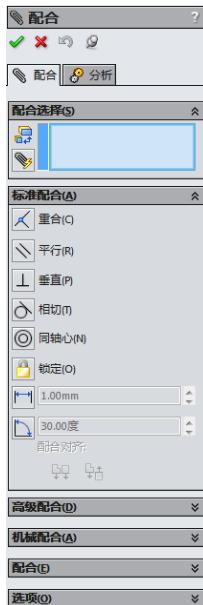

图 7-14 “配合”属性管理器
2. 设置配合类型。系统弹出如图7-14所示的“配合”属性管理器。在属性管理器中“配合选择”一栏中，选择要配合的实体，然后单击配合类型按钮，此时配合的类型出现在属性管理器的“配合”一栏中。